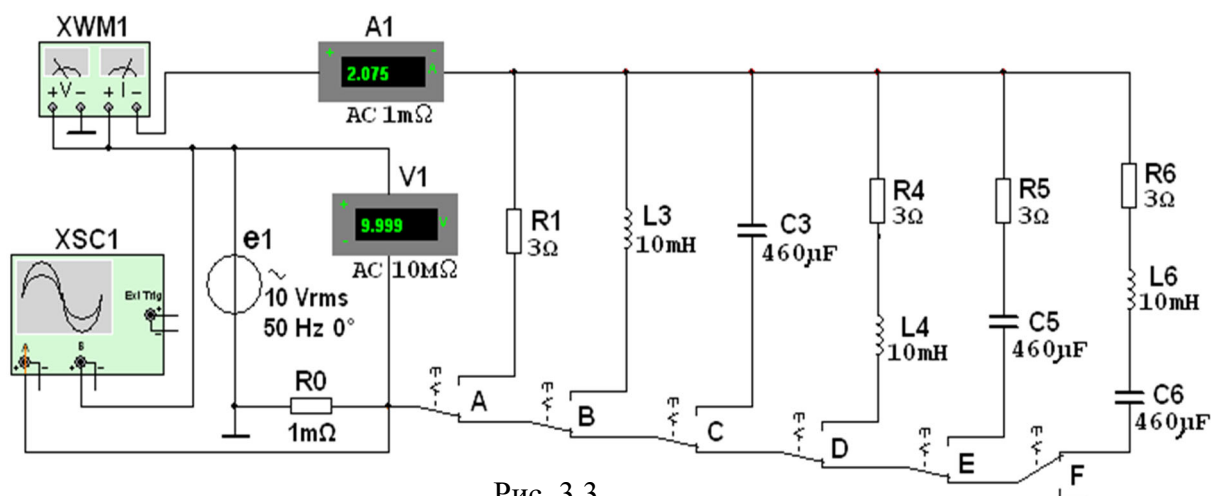
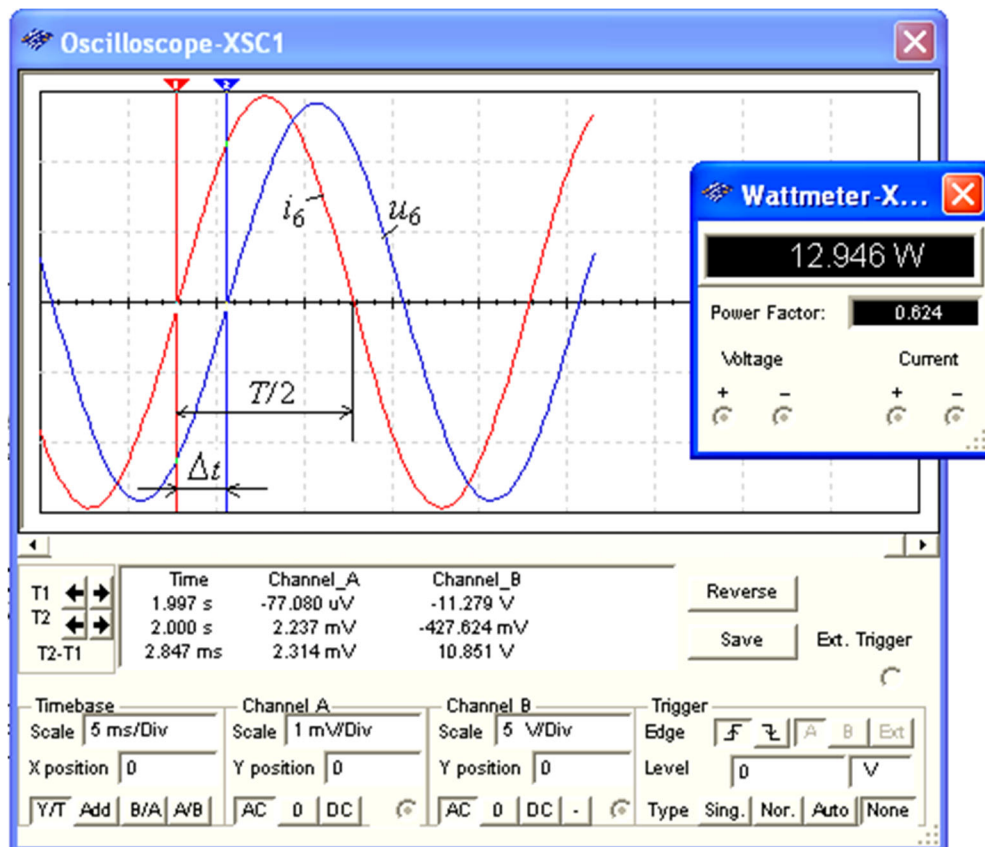

Рис. 3.3
Рис. 3.4
При измерении интервала времени Δt целесообразно использовать визирные линии (*визирь*), расположенные слева и справа экрана осциллографа (см. рис. 3.4), на вход канала А которого будем подавать напряжение u_{R0} , пропорциональное току ветви (цвет провода 1 – красный), а на вход канала В – напряжение u ветви (цвет провода 2 – синий).
В библиотеке инструментов среды MS10 имеется виртуальный ваттметр **XWM** (см. рис. 3.3 и рис.3.4), который измеряет как активную мощность $P = UI \cos \varphi$,
Задание 2. Запустить среду MS10 (щёлкнув мышью на команде **Эксперимент** меню комплекса Labworks). **Открыть** файл **3.3.ms10**, размещённый в папке **Circuit Design Suite 10.0**, со *схемой цепи синусоидального тока* (рис. 3.3), или собрать схему цепи на рабочем поле среды MS10 и **установить**:
- Скопировать** схему электрической цепи синусоидального тока (рис. 3.3) на страницу отчёта.
В качестве примера на рис. 3.4 представлены осциллограммы напряжения и тока *R6L6C6*-ветви и показание ваттметра **XWM1** при указанных на рис. 3.3 параметрах